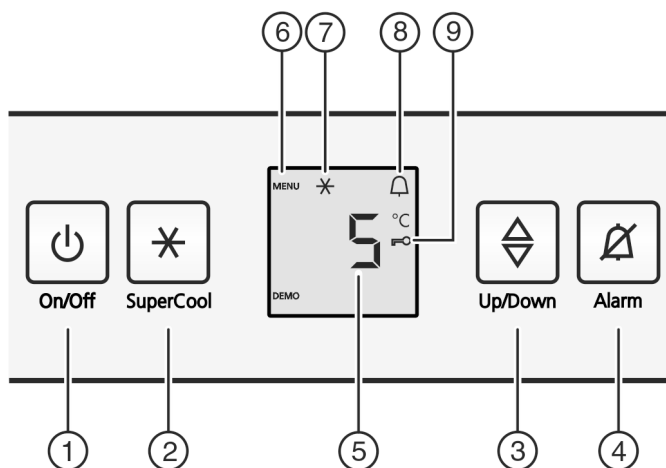

Fig. 2
- ▶ Nacisnąć przycisk On/Off Fig. 2 (1).
- ▶ Nacisnąć i przytrzymać przycisk SuperCool Fig. 2 (2) przez ok. 5 sekund.
- ▷ Na wskaźniku pojawia się symbol menu Fig. 2 (6).
- ▶ Krótco potwierdzić przyciskiem SuperCool Fig. 2 (2).
- ▷ Na wskaźniku świeci symbol zabezpieczenia przed dziećmi Fig. 2 (9).
- ▶ Krótco wcisnąć przycisk On/Off Fig. 2 (1).
- ▶ Nacisnąć przycisk Alarm Fig. 2 (4).
- ▶ Wywoływanie funkcji temperatury: Nacisnąć przycisk ustawiania Fig. 2 (3).
- ▶ Zmiana temperatury krokami po 1 °C: Tyle razy naciskać przycisk ustawiania Fig. 2 (3), aż na wskaźniku temperatury pojawi się żądana temperatura.